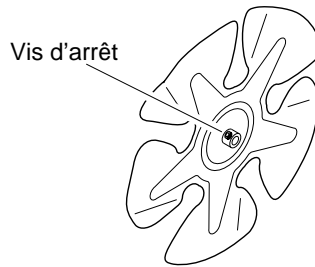

Figure 15 - Retrait de l'écrou du ventilateur de l'arbre du moteur
3. À l'aide de pinces, retirer l'écrou du ventilateur à l'avant de l'arbre du moteur (voir la figure 15).